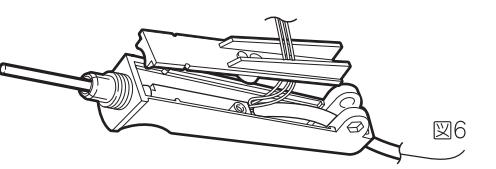

図6
- グリップカバーをタッピンねじで取り付けます。基板のリード線は図のように納めます。(図6)